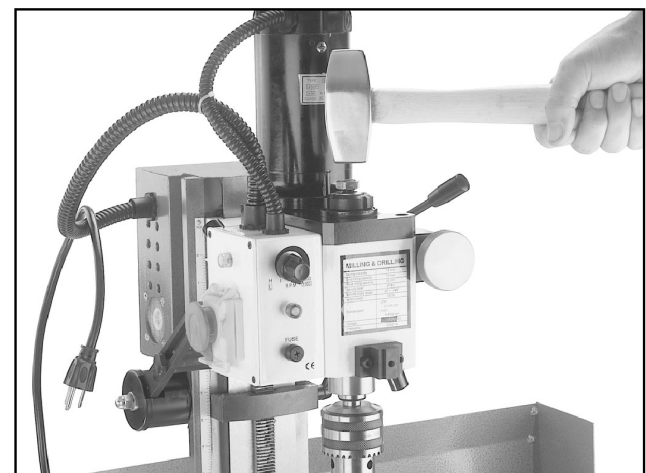

Fig. 10. Slå på dragstängens med hammare.
5. Med hjälp av en koppar- eller trähammare slå på dragstängens ände enl. **fig. 10.** Borrchucken ska nu vara lös i spindelns.